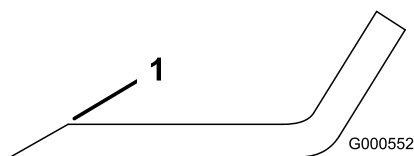

Figura 55
1. Affilate i taglienti da entrambe le estremità della lama con una lima (Figura 55).
Nota: Se la lama non è bilanciata, limate del metallo soltanto dalla costa (Figura 55).